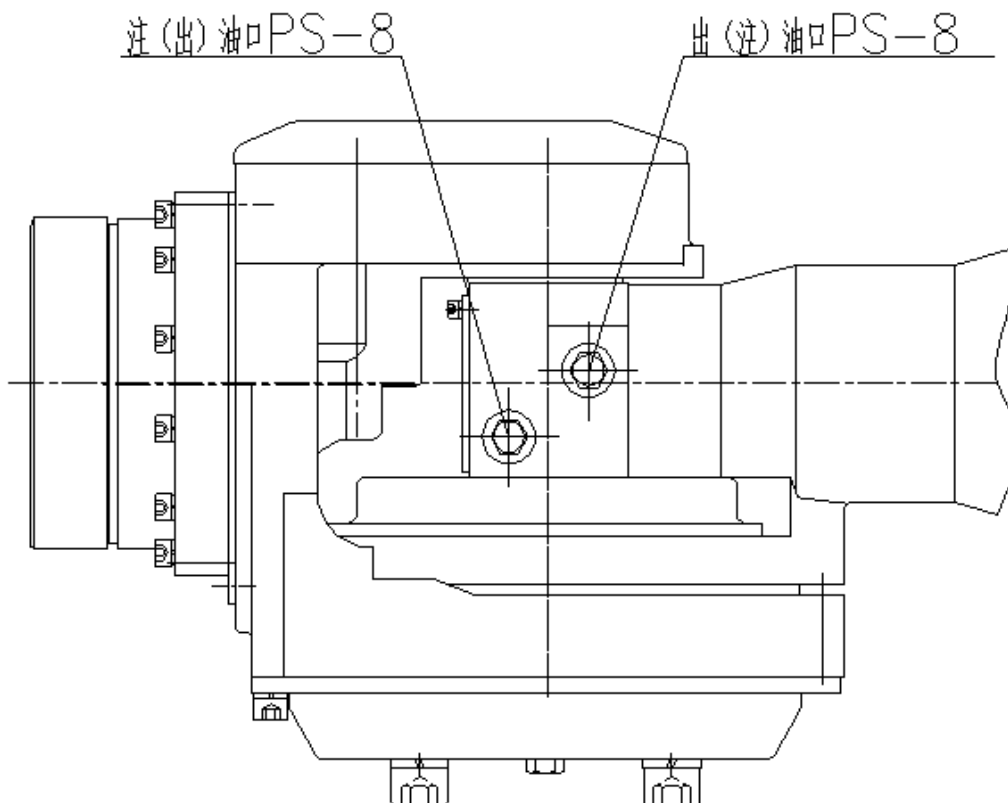

图 15 J5、J6 齿轮部局部结构
- ① 取下注油口的螺丝堵；
- ② 在注油口安装 M8×1 油嘴；
- ③ 用油枪从注油口注油（参考图 15 J4 轴减速机局部结构）；
- ④ 取下油嘴，安装螺丝堵，螺丝堵的螺纹处要缠生胶带并用扳手拧紧。
#### (2) 油脂更换步骤（参考 图 15 J3 轴减速机局部结构）